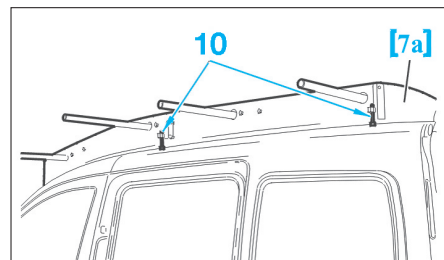

FIG. 115
- Prérégler les butées d'appui de l'outil [7a] en (10) de manière à les amener en contact avec les supports galerie (Fig.115).